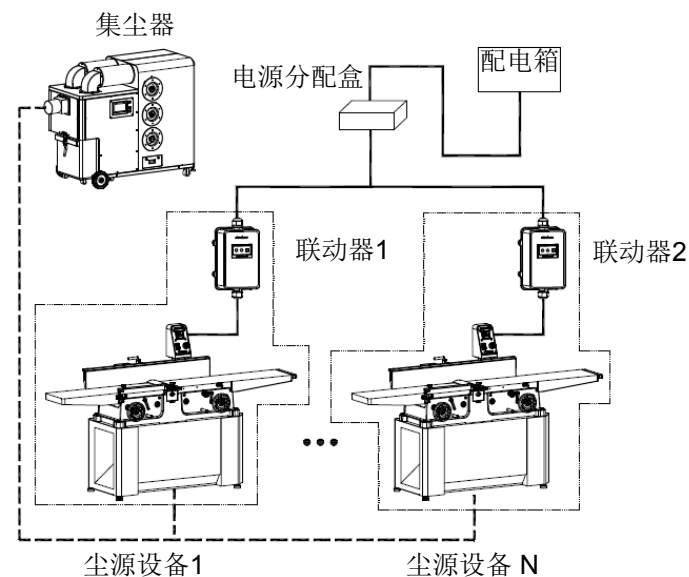

图 10
- 安装方式B：一台集尘器+多台联动器+多台尘源设备组合工作，见图10；
1) 如图 10 所示, 将联动器接入系统中。虚线框内的模块可按方式 A 拓展设计。